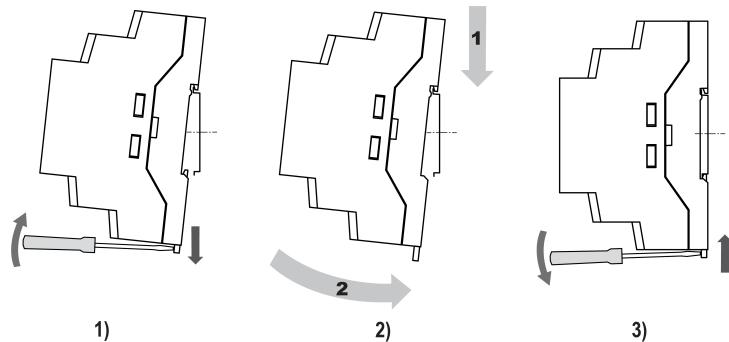

Рисунок 4.10 – Монтаж прибора с креплением на DIN-рейку
- Вставив отвертку в проушину, оттянуть защелку рисунок 4.10, 1)
- Установить прибор на DIN-рейку в соответствии с в направлении стрелки 1 рисунок 4.10, 2);
- Прижать прибор к DIN-рейке в направлении, показанном стрелкой 2 (см. рисунок 4.10, 2).
Зафиксировать защелку (см. рисунок 4.10, 3).